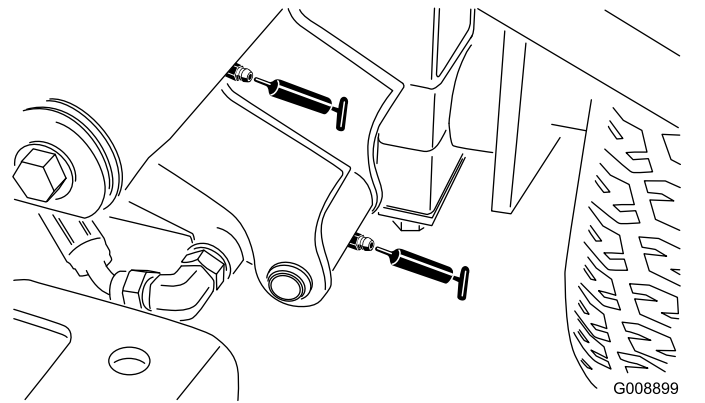

Figura 38
- 2 articulações dos braços de elevação dianteiros esquerdos e cilindro de elevação (**Figura 38**)